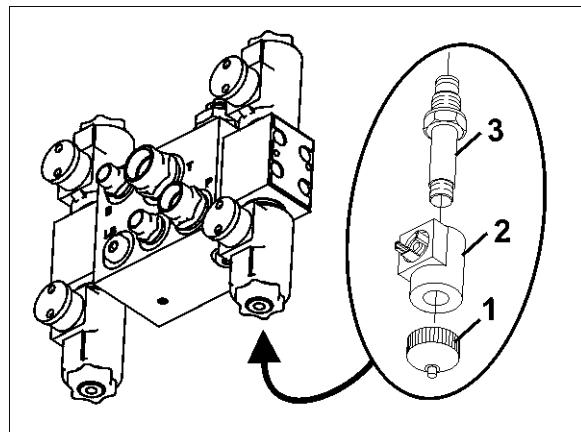

Fig. 150
- Deșurubați clapeta magnetică (Fig. 150/1).
- Scoateți bobina magnetică (Fig. 150/2).
- Deșurubați tija valvei (Fig. 150/3) împreună cu scaunele și curățați-le cu aer comprimat sau cu ulei hidraulic.